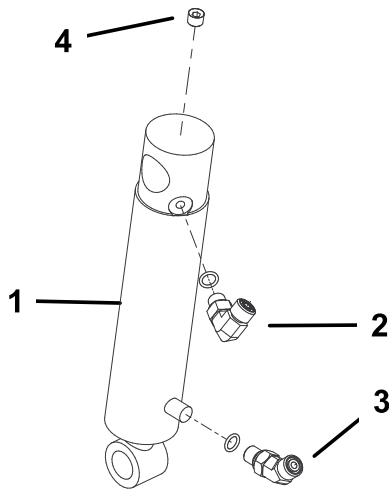

Bild 11
1. Drehen Sie ein 90-Grad-Anschlussstück in den oberen Anschluss im Hydraulikzylinder. Positionieren Sie das Anschlussstück, wie in Bild 11 dargestellt. Hinweis: Stellen Sie vor der Montage sicher, dass alle O-Ringe eingeschmiert und richtig an allen Anschlussstücken positioniert sind.
2. Drehen Sie ein 45-Grad-Anschlussstück in den unteren Anschluss im Hydraulikzylinder. Positionieren Sie das Anschlussstück, wie in Bild 11 dargestellt.